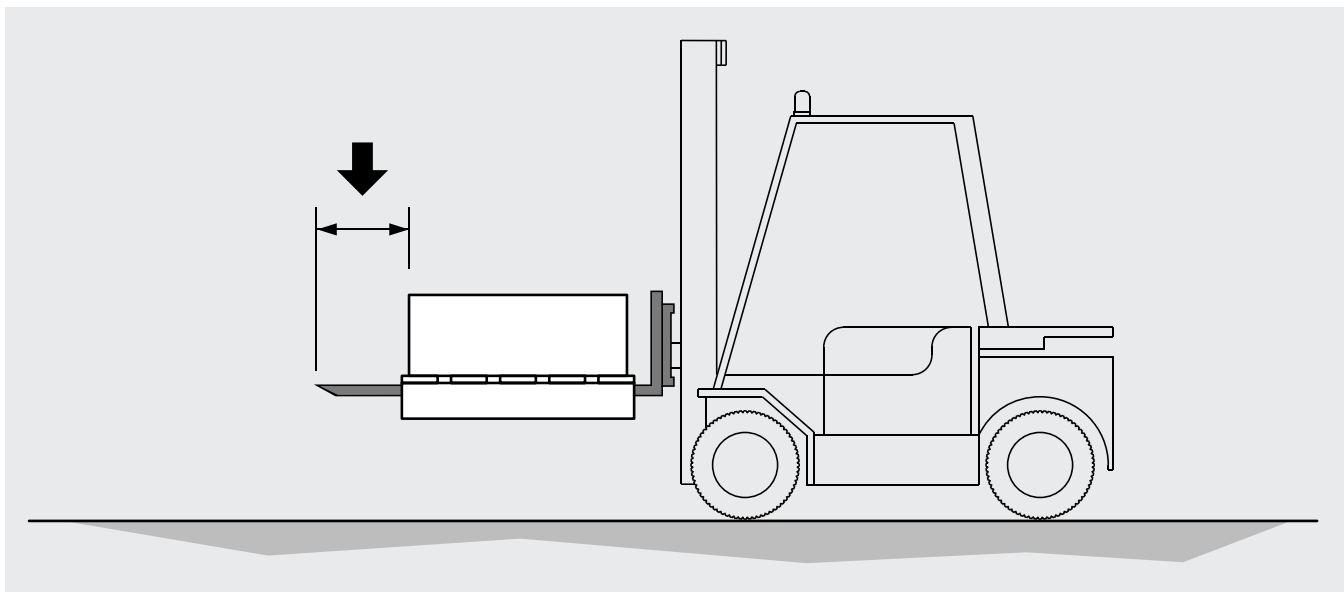

Figura 3
- 5.2 Para la manipulación con montacargas, las horquillas de elevación deben tener una longitud superior a la profundidad del embalaje y/o del modelo. Véase la Figura 3.